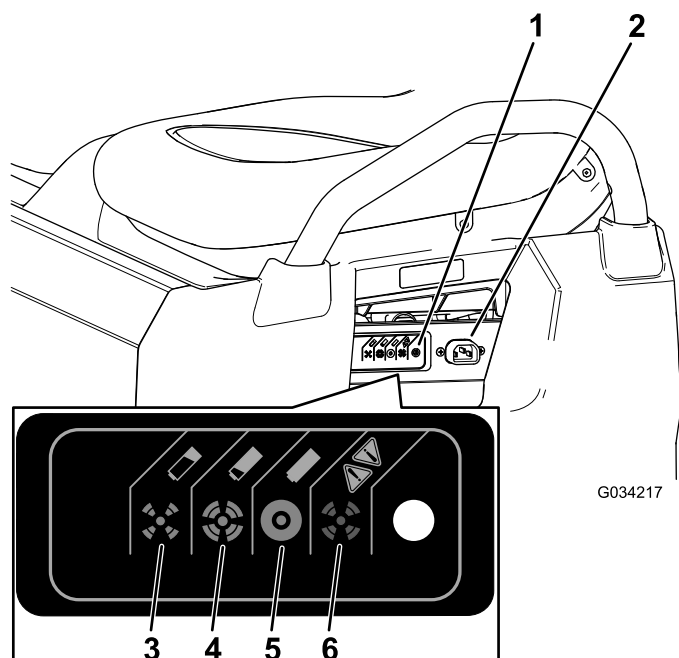

Figura 36
3. Collegate un cavo di ricarica calibro 16 (o di diametro superiore), da 2,5 m o più corto alla presa di ricarica sulla macchina (Figura 36).
Fate riferimento alla tabella seguente e Figura 36 per informazioni sui significati dei diversi colori della spia dello stato del caricabatterie.